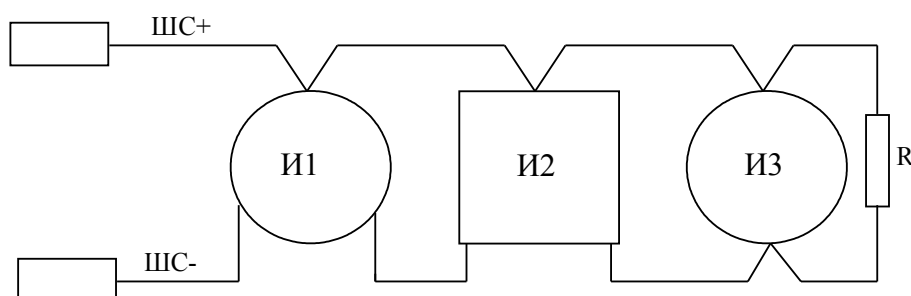

Рис. 5.9.
5.4.23. Схема подключения пожарных извещателей к БУ приведена на рис. 5.9.